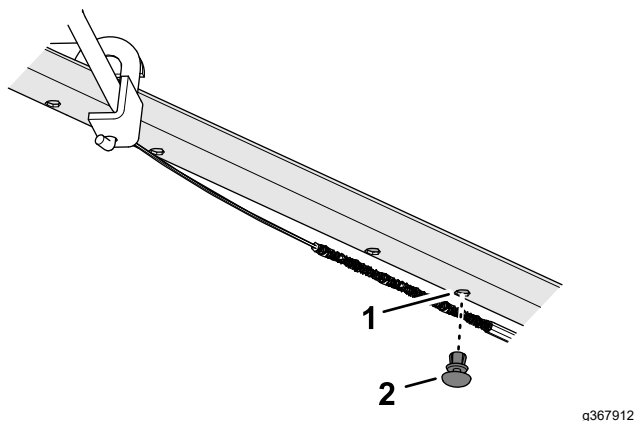

Figura 12
1. Inserte la fijación a presión en el taladro del manillar superior, tal y como se muestra en la Figura 12.